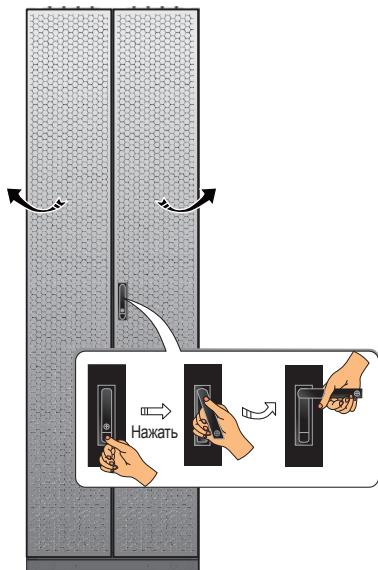
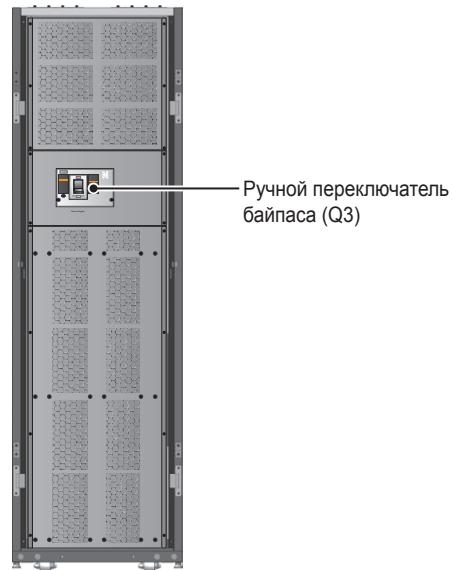

Рис. 2-6. Вид сзади
Рис. 2-7. Вид сзади с открытыми дверцами
- Вид сзади:** после того, как будет разблокирована и открыта задняя дверца, можно увидеть ручной переключатель байпаса (Q3) (см. *Рис. 2-6* и *Рис. 2-7*).